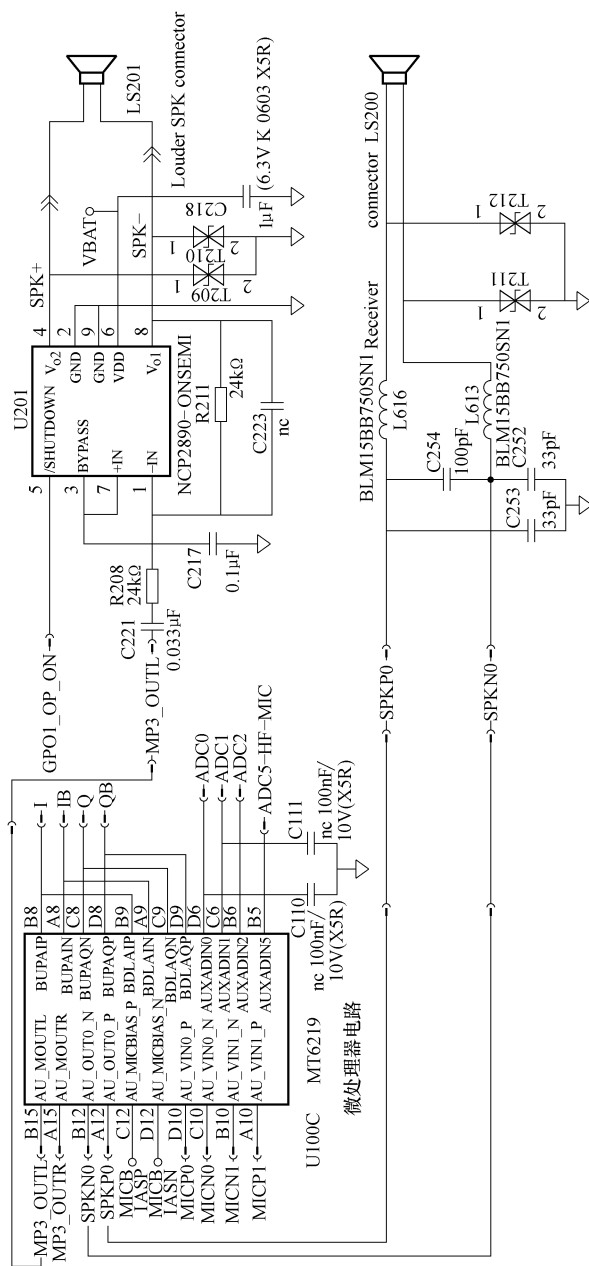

图 4-32 CPU 输出的受话器信号电路原理图
如图 4-32 所示，是目前最新 MTK 芯片手机的音频处理电路，它的音频处理电路是集成在 CPU 里边来完成的。
1) 英文符号的含义。下面，我们对图 4-32 中重要的英文符号的含义作一简要的了解。
从图 4-32 中我们可以看到，经过 CPU 进行音频处理后的语音信号 SPKP0、SPKN0，从 CPU 的 B12、A12 脚输出，直接通过电感 L616、L613 耦合电感后，送到受话器，完成受话器电路的工作。